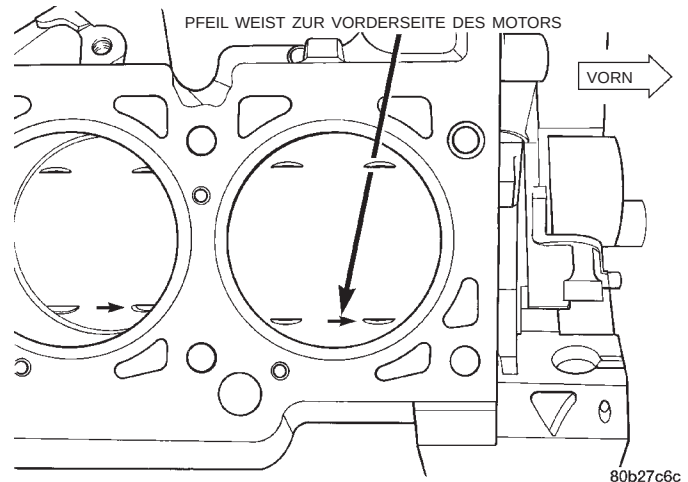

Abb. 101 Kolben ausrichten
(7) Der Pfeil am Kolbenboden muß in Richtung Fahrzeugfront weisen (Abb. 101), und die Spritzölbohrung am Pleuel muß zur Druckseite (rechts) des Motorblocks weisen (Abb. 102).
(8) Kolben mit einem Hammerstiel in die Zylinderbohrung eintreiben und dabei das Pleuel so führen, daß es in der korrekten Stellung auf dem Lagerzapfen sitzt.
(9) Pleuellagerdeckel aufsetzen. Muttern auf die gesäuberten und eingeölte Pleuelschrauben drehen und mit einem Anzugsmoment von 54 N·m (40 ft. lbs.) plus eine Viertelumdrehung festziehen.